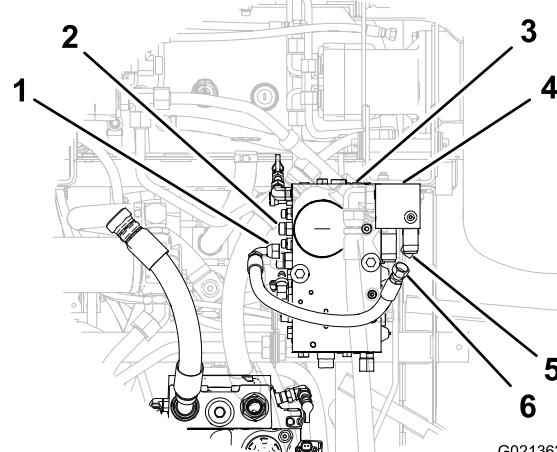

Figure 7
- Déposez le raccord intérieur pour le flexible de commande de traction du raccord hydraulique dans l'orifice (CH1) du collecteur combiné (Figure 7).